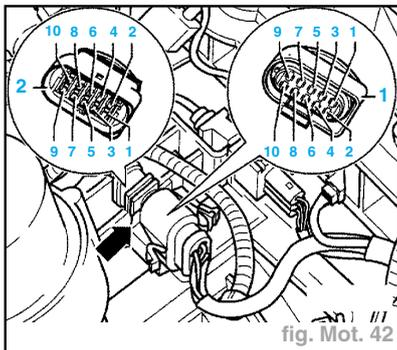

fig. Mot. 42
- Débrancher le connecteur (flèche) de la pompe d'injection (fig. Mot. 42).